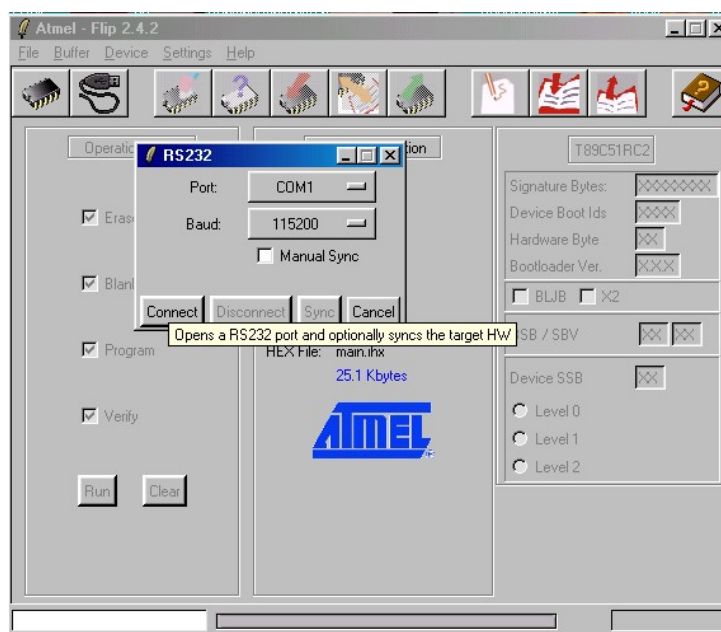

Рисунок 29:
- 10) Настроить соединение ПК с коммуникатором по интерфейсу RS232 (*Settings*→*Communication*→*RS232*) (см. рис. 29). Выберите используемый COM порт и желаемую скорость обмена. Коммуникатор поддерживает любую предлагаемую программой скорость обмена в диапазоне от 2400 до 57600. Нажмите кнопку *Connect*.